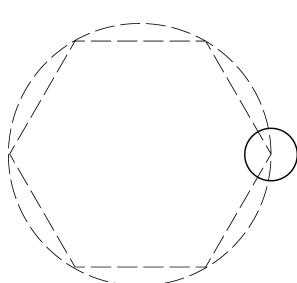

图 5-28 绘制辅助图形和源对象
指定圆的半径或 [直径 (D)] <50.0000> : 10 (按<Enter>键, 如图 5-28 所示)